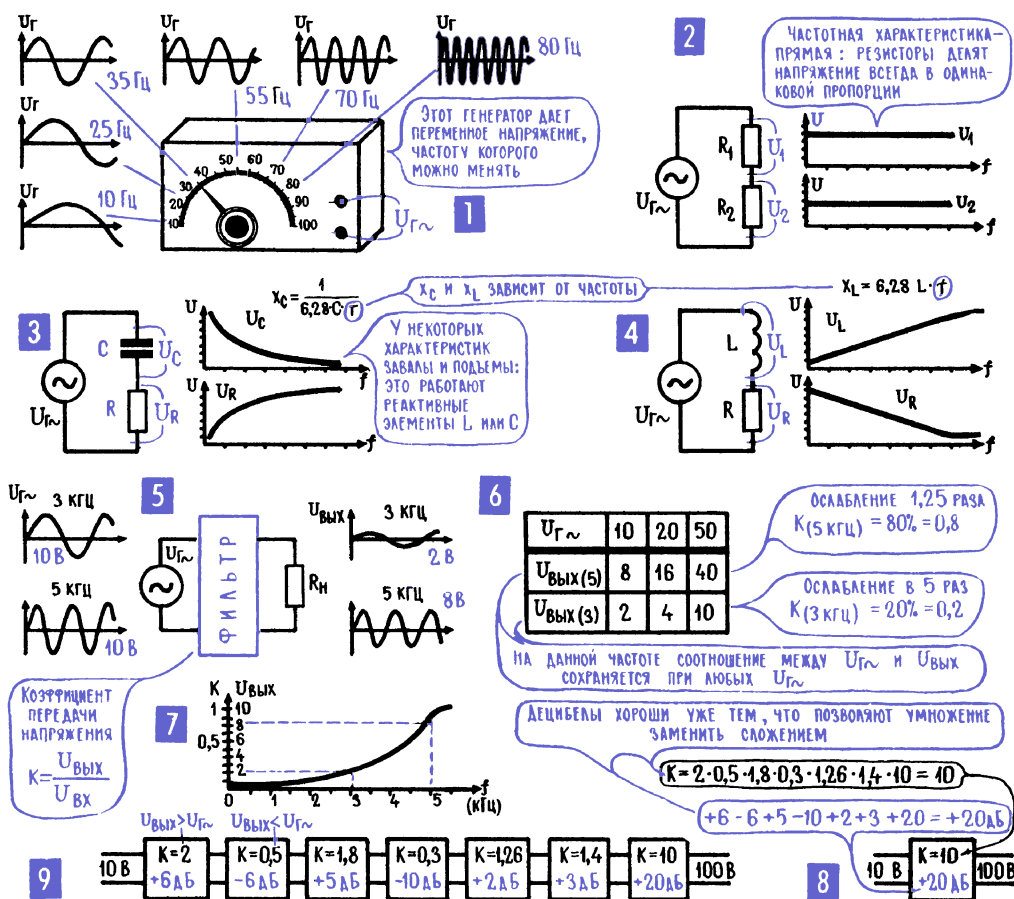

Рис. 6.15. Частотные характеристики
18. Частотная характеристика – график, рассказывающий о том, как ведет себя электрическая цепь на разных частотах. Представим себе, что в нашем распоряжении есть генератор переменной ЭДС, частоту которой можно плавно изменять поворотом ручки. Так же, например, как поворотом ручки мы меняем громкость звучания в приемнике. Такие генераторы реально существуют, и вскоре мы познакомимся с их практическими схемами (см. гл. 11). А пока представьте себе, что это обычный машинный генератор, в котором можно менять скорость вращения проводника, а значит, и частоту генерируемой ЭДС. При этом, правда, появляется серьезный недостаток: чем быстрее вращается проводник, тем больше частота переменной ЭДС, но одновременно увеличивается и сама ЭДС, так как проводник быстрее пересекает магнитное поле. Предположим, что этот недостаток устранен – в генератор ввели автомат, который будет поддерживать выходное напряжение на одном уровне, например включая в цепь дополнительные сопротивления. Но не стоит, однако, вдаваться в подробности, они сейчас несущественны. Считаем, что у нас есть генератор (рис. 6.15; 1), который дает синусоидальное напряжение любой нужной частоты, и на всех частотах сама величина напряжения (число вольт) одинакова.
Если подключить к нашему генератору делитель из резисторов (рис. 6.15; 2), то на любом из них напряжение не будет меняться с частотой: на всех частотах резисторы имеют одно и то же сопротивление и делят общее напряжение в одной и той же пропорции.
А вот в делителях, куда входят реактивные элементы – конденсаторы и катушка, – все по-другому. Об этом как раз и рассказывают графики рис. 6.15; 3, 4. Графики эти называются частотными характеристиками, они показывают, как с изменением частоты меняется напряжение на выходе фильтра при неизменном напряжении на его входе. В справедливости приведенных частотных характеристик легко убедиться, если взглянуть на схемы фильтров, к которым эти характеристики относятся. Так, например, в простейшем RC-фильтре с частотой уменьшается напряжение на конденсаторе C , потому что уменьшается его емкостное сопротивление. И если нужно «задавить» высшие частоты, или, иначе, поднять низшие, напряжение следует снимать именно с конденсатора. А на резисторе R с увеличением частоты напряжение, наоборот, растет. Общее напряжение делится на U_R и U_C , чем меньше одно из них, тем больше другое. И если нужно выделить более высокочастотные напряжения, если нужно поднять высшие частоты над другими, напряжение нужно снимать именно с резистора.
19. Коэффициент передачи K показывает, во сколько раз напряжение или ток на выходе больше или меньше, чем на входе. Все графики на рис. 6.15 могут быть построены для конкретных величин напряжений и токов. Не вдаваясь в устройство какого-либо фильтра, нарисуем его в виде прямоугольничка (рис. 6.15; 5) и для определенности будем считать, что при входном напряжении $U_{\text{Г}} = 10 \text{ В}$ выходные напряжения на частотах 3 кГц и 5 кГц соответственно равны 2 В и 8 В. А что будет, если входное напряжение увеличится вдвое и составит 20 В? Тогда и выходные напряжения тоже увеличатся в два раза и составят соответственно 4 В и 16 В (рис. 6.15; 6). Без долгих рассуждений можно сказать, что любое увеличение или уменьшение входного напряжения повлечет за собой такое же (во столько же раз) увеличение или уменьшение выходных напряжений. И для данного конкретного фильтра на данных частотах соотношение между входным напряжением и выходными есть величина постоянная.
Но стоит ли в таком случае характеризовать действие фильтра численными значениями напряжений и токов, вольтами и амперами? Не лучше ли ввести общую характеристику фильтра, которая показывала бы, на каких частотах во сколько раз ослабляется переменное напряжение или переменный ток? Тогда, зная эту характеристику, можно всегда подсчитать, какое напряжение будет на выходе фильтра при данном напряжении на его входе, еще раз, кстати, подтвердив полезность общих представлений. Такая характеристика существует, она называется коэффициентом передачи фильтра и обозначается чаще всего буквой K (рис. 6.15; 5, 6). На каждой частоте у фильтра свой коэффициент передачи K , в этом, собственно, и состоит особенность фильтрующих цепей. Зависимость коэффициента передачи K от частоты есть одна из разновидностей частотной характеристики.
22. На резонансной частоте резко падает общее сопротивление последовательной LCR-цепи, и ток в ней возрастает. Попробуем подключить к последовательной LCR-цепи генератор с изменяемой частотой (рис. 6.15; 1) и будем постепенно увеличивать частоту его переменного напряжения. При этом индуктивное сопротивление будет постепенно увеличиваться, а емкостное — постепенно уменьшаться (рис. 6.16; 4). На какой-то частоте — давайте сразу же назовем ее резонансной частотой — сопротивления x_L и x_C станут равными, и, значит, уравниваются напряжения U_L и U_C . А так как эти напряжения противофазны, то они полностью скомпенсируют друг друга, и генератор вообще перестанет чувствовать присутствие реактивных элементов, перестанет отдавать им часть своей ЭДС. Общее сопротивление цепи Z резко уменьшится, для генератора из всей цепи останется только одно активное сопротивление R , ток I из-за этого резко возрастет (рис. 6.16; 5), и столь же резко увеличатся напряжения U_L и U_C (рис. 6.16; 6). Но заметьте, увеличится каждое в отдельности, а общее суммарное напряжение на обоих реактивных элементах U_X , как уже говорилось, будет равно нулю.